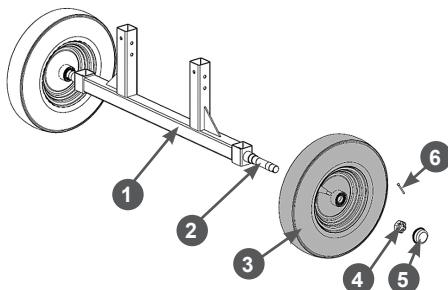

Рис. 6 Установка колёс на кронштейн
4. Установите колёса 3 на кронштейн 1 (Рис. 6). Для этого:
- Снимите с оси 2 шплинт 6 и корончатую гайку 4 (Рис. 6).
- Осмотрите колесо 3. С одной стороны, в диске колеса установлен сальник, другая сторона закрыта транспортировочной заглушкой. Смажьте ось 2 и сальник диска колеса консистентной смазкой, удалите из диска колеса транспортировочную заглушку и установите колесо 3 на ось 2 сальником в сторону кронштейна 1 (Рис. 6).
- Закрутите корончатую гайку 4 крутящим моментом 8 Н·м (Рис. 6).
- Проверьте как вращается колесо. Если колесо вращается туго – немного отпустите гайку до совпадения прорезей в гайке с отверстием в оси 2 под шплинт. Если колесо вращается легко и имеется биение (есть люфт) - немного затяните гайку до совпадения прорезей в гайке с отверстием под шплинт в оси 2 (Рис. 6). Ещё раз проверьте как вращается колесо. Колесо должно вращаться свободно и не должно болтаться на оси. Небольшое сопротивление качению допускается.
- Зафиксируйте гайку вставив в отверстие в оси шплинт 6 (Рис. 6). После этого разогните концы шплинта.
- Установите колпак 5 ступицы колеса (Рис. 6).